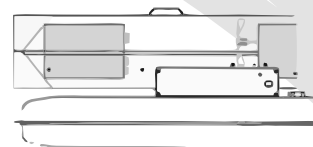

Рис. 8 Топливная система
4. Повернуть ручку термостата, чтобы установить требуемую температуру (от +5°C до +45°C), включить кнопку «Сеть» (положение ВКЛ), загорится индикатор питания, нагреватель запустится. Если нагреватель не запускается, установить ручкой термостата более высокую температуру пуска нагревателя, выключить кнопку «Сеть» (положение ВЫКЛ), затем снова включить ее (положение ВКЛ – Рис. 8). Если пуска не произошло, обратитесь к Разделу 11 «Порядок устранения неисправностей», Стр. 15.